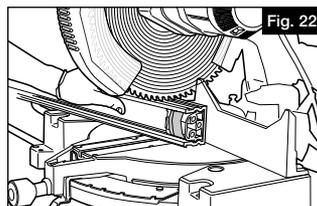

Fig. 22
- b. Les supports d'attache étant sécurisés dans le longeron supérieur pré perforé, coupez le longeron supérieur pré perforé et le support d'attache en même temps sur la ligne indiquée (Figure 22) afin d'établir votre angle d'installation.
- a. Installez les #6 x 3/4" (no. 6 x 1,9cm) vis de réglage (F) seulement sur l'intérieur de la main courante, en vous assurant que les vis de réglage raccordent le longeron supérieur pré perforé au support. Serrez à l'emplacement indiqué en Figure 22; ceci doit être le plus près possible de la face interne du support d'attache afin que la vis s'enfonce, comme vous avez fait pour la lisse basse.